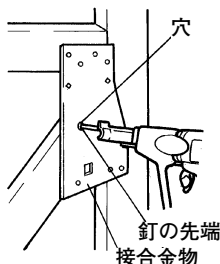

図 13
- 釘の先端が必ず接合金物の穴に入ったことを確認してから打ち込んでください。（図13）